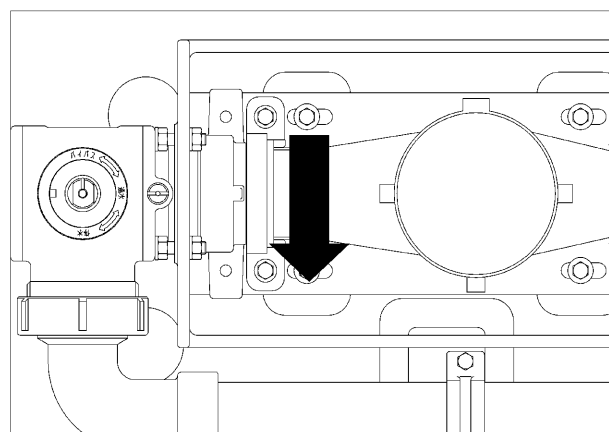

図 11
- ① ご使用前に樹脂製のＯリング脱落防止キャップを取り外して下さい。
- ② メータ接続部（メータの端面が当たる部分）にＯリングが組み付けられていることを確認して下さい。
- ③ 仕切弁のハンドルを「S」の方向に回し、弁を閉じて下さい。
- ④ メータは、メータホルダにメータをのせます。その後、ホルダハンドルを図 11 の矢印方向に回して取付けます。
- ⑤ ホルダハンドルは緩まないようにしっかりと締めます。
- ⑥ 配管上流側のバルブを開け、空気抜栓を 2 回転ほどゆっくりと緩め、内部の空気を排出します。
- ⑦ 空気排出後、空気抜栓を水が止るまで手で締め付けて下さい。
- ⑧ メータ接続部から漏水がなければ結束バンドでプレートとホルダハンドルを固定します。漏水した場合は、上流側のバルブを閉じ、③の操作からやり直して下さい。
- ⑨ 仕切弁を「O」の方向に止るまで回して全開にし、メータの取付けは終了です。